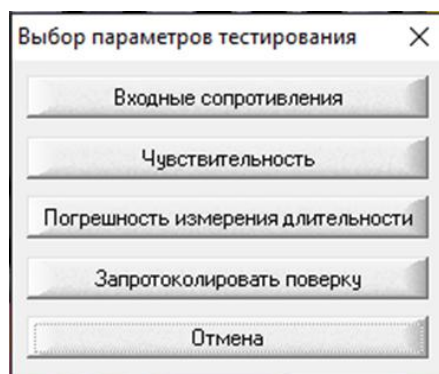

Рисунок 7
– в строке меню щелкнуть по кнопке **Поверка ИПТС**: откроется окно **Выбор параметров тестирования** (рисунок 7);
- в строке меню щёлкнуть по кнопке **Поверка ИПТС**: откроется окно **Выбор параметров тестирования** (рисунок 7);
– в строке меню щёлкнуть по кнопке **Поверка ИПТС**: откроется окно **Выбор параметров тестирования** (рисунок 7);
– в строке меню щёлкнуть по кнопке **Поверка прибора**: откроется окно **Выбор параметров тестирования** (рисунок 7);
– в строке меню щелкнуть по кнопке **Поверка прибора**: откроется окно **Выбор параметров тестирования** (рисунок 7);